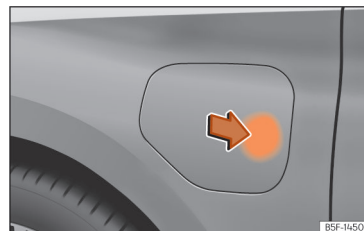

Abb. 58 Öffnung der Batterieladeklappe.
- Drücken Sie auf den Pfeilbereich der Batterie-ladeklappe, um sie zu öffnen »» [Abb. 58].